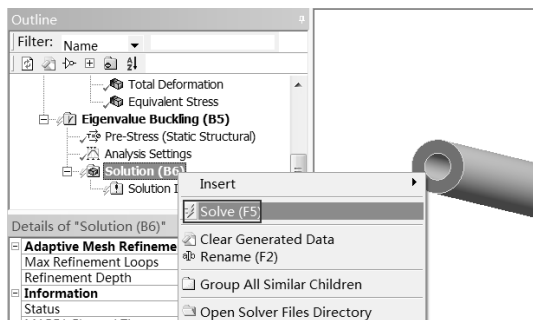

图 14-37 求解
Step4: 在 Outline (分析树) 中的 Eigenvalue Buckling (B5) 选项上右击, 在弹出的快捷菜单中选择  Solve 命令, 如图 14-37 所示, 此时会弹出进度显示条, 表示正在求解, 当求解完成后进度条自动消失。